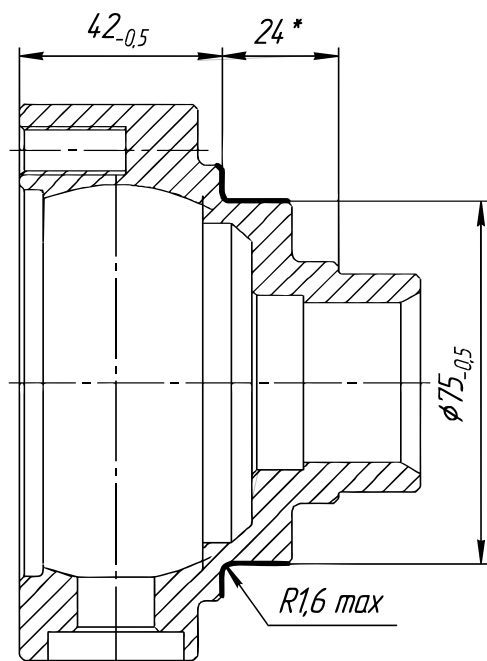

Рис. 4
- 1Б. При использовании заводского корпуса дифференциала доработайте заднюю часть вашего корпуса дифференциала, как показано на Рис. 4.